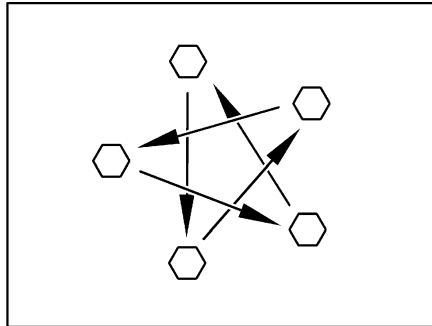

Fig. 160 Apretar las tuercas o los tornillos de las ruedas en forma de cruz
- Comprobar periódicamente que las tuercas o tornillos de las ruedas estén firmemente apretados. Reajustar en forma de cruz (Fig. 160) las tuercas o tornillos después de cambiar una rueda, al cabo de 50 km. Par de apriete, véase apartado 15.5.2.
- ▷ Apretar en forma de cruz las tuercas o los tornillos de las ruedas (Fig. 160).